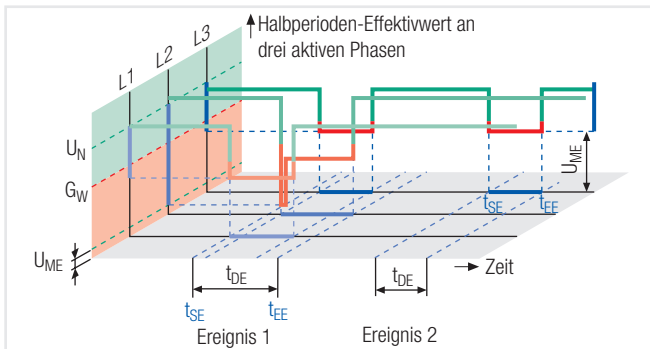

Bild 52 Ereignisdauer bei Merkmalen netzfrequente Überspannung, Spannungseinbruch
1. Ein Ereignis beginnt (t_{SE}) sobald der Halbperioden-Messwert auf einer Phase den Grenzwert verletzt und endet (t_{EE}) wenn auch bei der letzten Phase der Grenzwert wieder unterschritten/überschritten wird (netzfrequente Überspannung, Spannungseinbruch, siehe Bild 52).